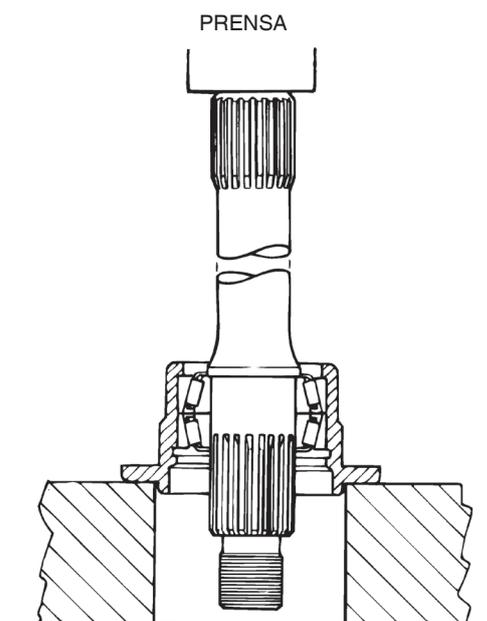

Figura 3.13
A. Coloque o eixo de saída e a caixa de rolamentos em uma prensa. Figura 3.13.